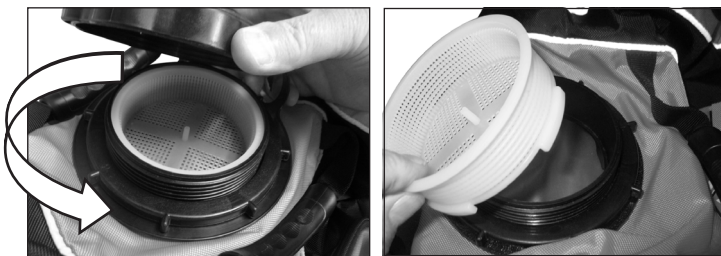

Figure 1.
1. Retirer le bouchon en le tournant à la main dans le sens inverse des aiguilles d'une montre et retirer le panier-filtre. **(Voir la Figure 1.)**